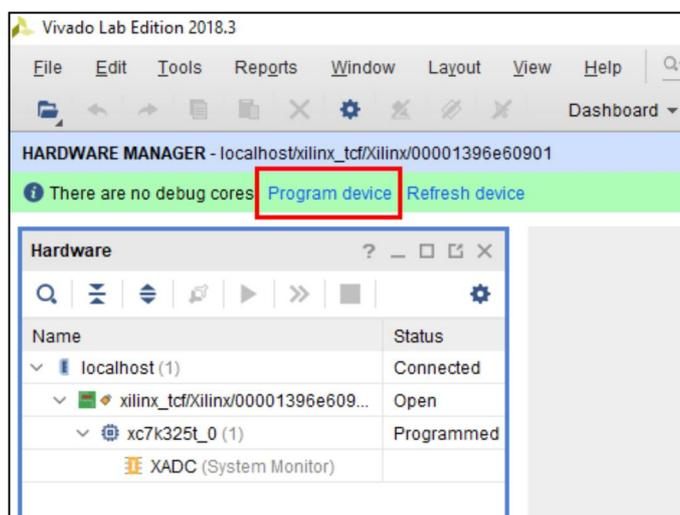

Рис. 1-7 Открытие окна «Program Device»
9.1. Открыть окно «Program device» (Рис. 1-7).